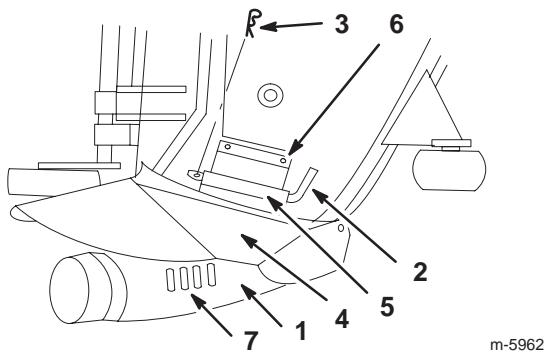

Figure 14
6. Posez le support de gaine avec 2 boulons (1/4 x 1/2") et 2 écrous à colerette (1/4") (Fig. 14).
3. Relevez complètement le déflecteur d'herbe. Cela supprime toute gêne de la gaine (Fig. 14).
4. Alignez la gaine avec son support (Fig. 14).
5. Insérez l'axe dans la gaine et son support, et bloquez-la en position avec une goupille fendue (Fig. 14).